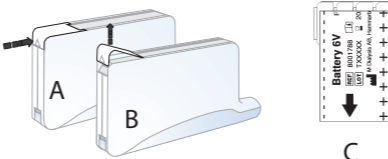

Fig. 2. A: Batterijhouderklepje gesloten
1. Open het batterijhouderklepje door druk uit te oefenen met de duim in de richting van de pijl (zie fig. 2).